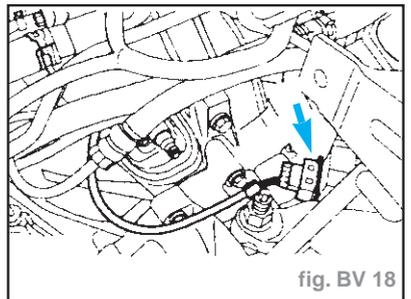

fig. BV 18
- Débrancher le connecteur du contacteur de feux de recul (fig. BV 18).
- Brancher le connecteur du contacteur de feux de recul (fig. BV 18).